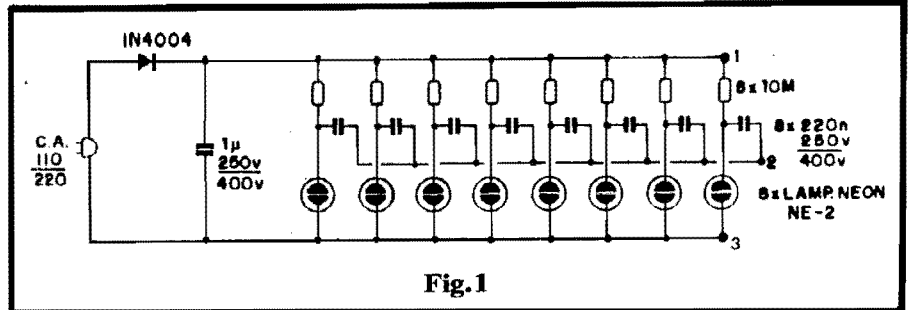

Fig.1
- FIG. 1 - O CIRCUITO - O "esqueminha" é tão simples, que não oferecerá dificuldades de "leitura" ou interpretação mesmo aos eventuais "começantes" entre os Leitores/Hobbystas: a energia C.A. é captada da tomada (110 ou 220V) e, logo em seguida, transformada numa razoável C.C. com a ajuda do diodo retificador 1N4004 e capacitor de filtro/ar-